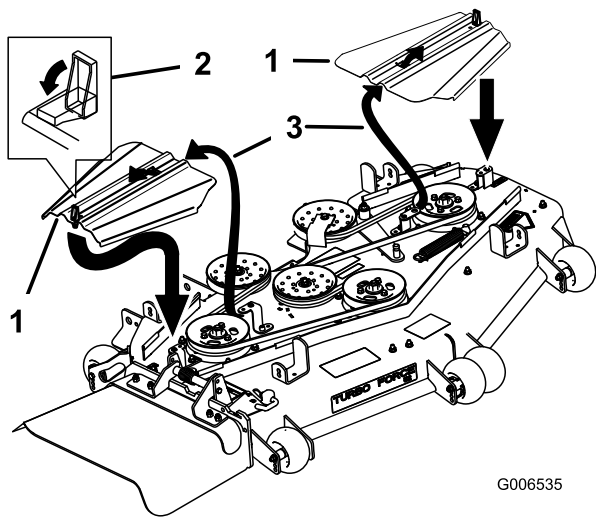

Figura 83
14. Instale las cubiertas de las correas deslizando la cubierta sobre la pestaña, instale los pernos y cierre los enganches (Figura 83).